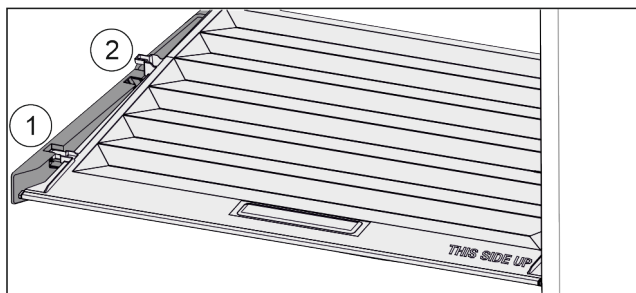

Fig. 68
- ▶ Veko potiahnite dopredu až k otvoru v prídržných dieloch Fig. 68 (1).
- ▶ Vozduchu ho nadvihnite zospodu a zložte smerom nahor Fig. 68 (2).